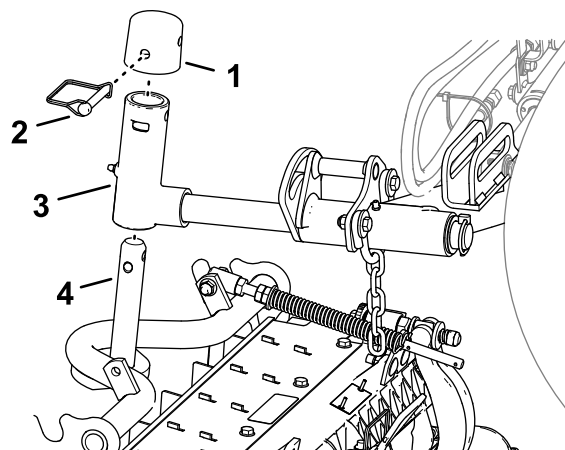

Figura 23
- Deslize uma unidade de corte sob o braço de elevação (Figura 23).